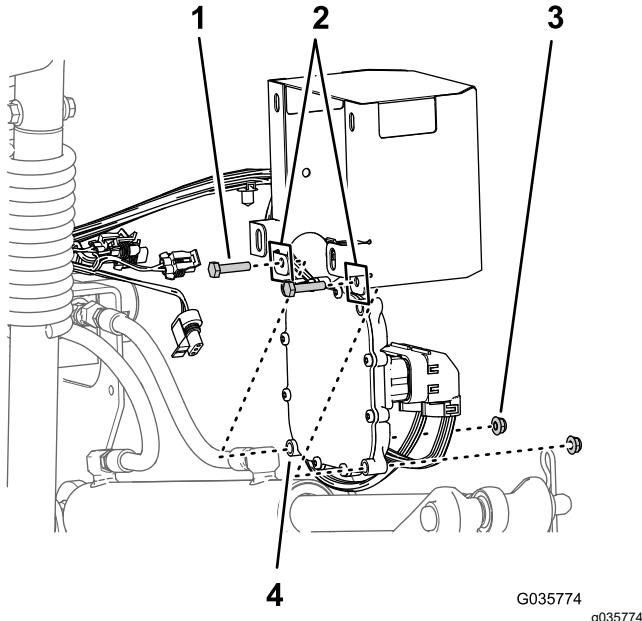

図 29
1. 電子コントローラを、コントローラカバーの内側にセットするコントローラの下外側の取り付け穴を、カバーの下後ろフランジに合わせる(図 29)。
2. コントローラをカバーに固定するボルト $\frac{1}{4} \times 1\frac{1}{8}$ "2本、フランジロックナット $\frac{1}{4}"$ 2個を使用して図 29 のように取り付ける。